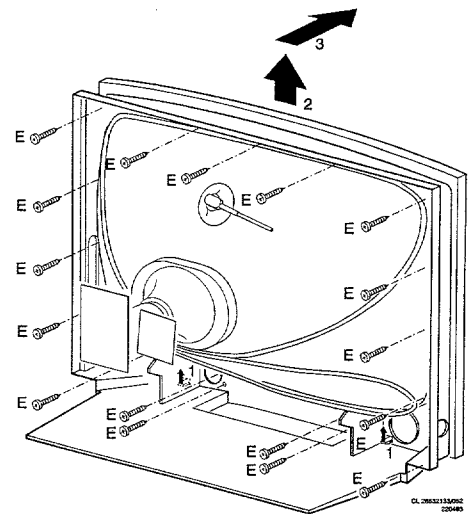

Fig.7
5. Entfernung der Maske von FL2 (Abb. 7).